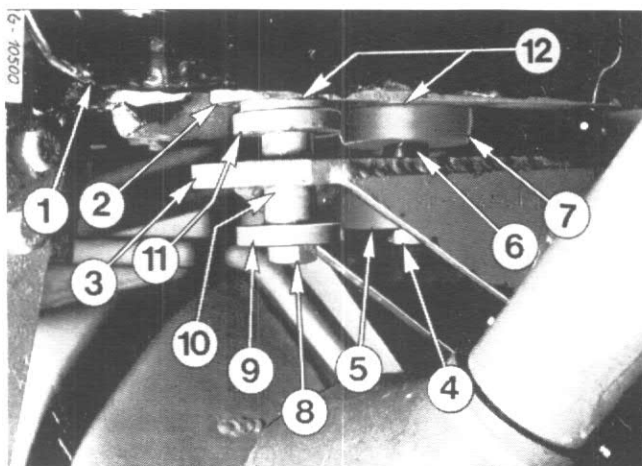

Fig. 37
22. Dévisser les boulons (4 et 8, Fig. 37) fixant les supports avant de la cabine.